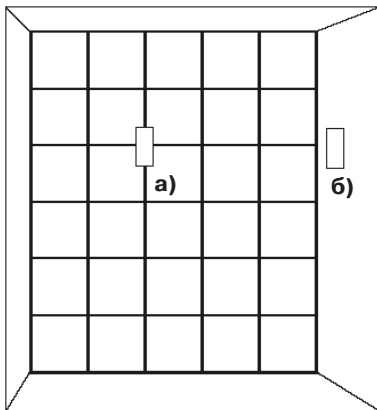

Рисунок 9 – Защита стеклоблоков
- непосредственно на охраняемую стеклянную поверхность [рисунок 9 а)]. Для этого крепежное устройство удобно размещать в отверстиях цементного шва, соединяющего стеклоблоки между собой, по методике установки извещателя на кирпичную или бетонную конструкцию;
- на примыкающую к охраняемой кирпичную, бетонную или стальную конструкцию [рисунок 9б)] по соответствующей методике.